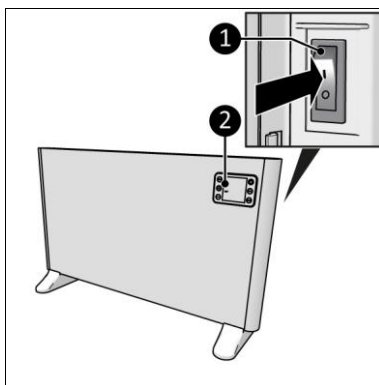

Figure 16
1. Mettez l'interrupteur ON/OFF sur la position ON (Figure 16, pos. 1).
2. L'écran (Figure 16, pos. 2) affiche OFF.